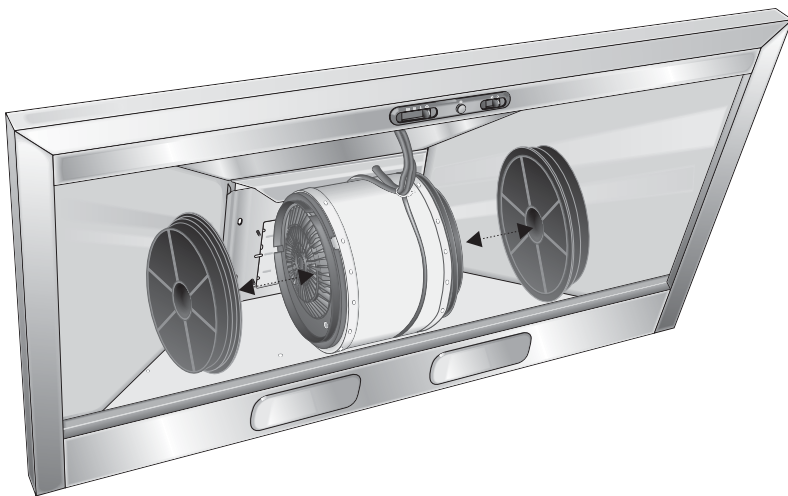

Fig. 2
- per il montaggio, il nuovo filtro deve essere infilato nel nasello a lato del motore e poi farlo ruotare di 90 gradi (Fig.2).
- For assembly, slide the new filter in the nib on the side of the motor and then rotate it for approx. 90 degrees (Fig. 2).
- pour le montage, on doit enfiler le nouveau filtre dans le ergot (mentonnet) sur le côté du moteur et le faire ensuite pivoter de 90 degrés (Fig. 2).